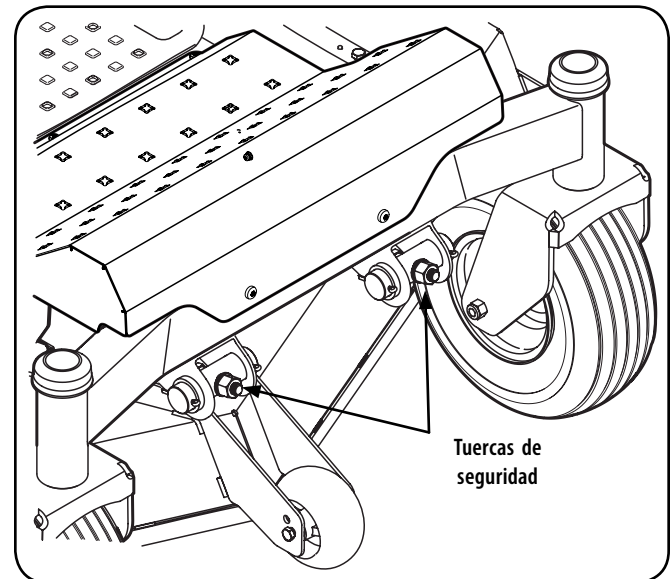

Figura 33
8. Con una llave, levante o baje la parte delantera de la cubierta girando la tuerca de seguridad en la barra de elevación de la plataforma delantera y fjela con las tuercas de bloqueo traseras. Vea la Figura 33.